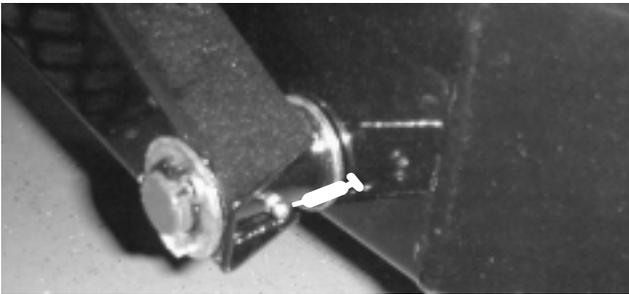

Figure 17
- Rear fan mount pivots (2) (Fig. 17)